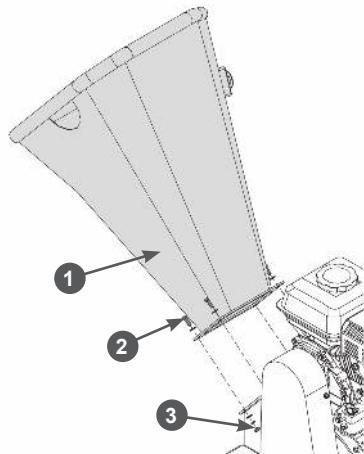

Рис. 8 Установка загрузочной воронки
5. Установите загрузочную воронку на фланец корпуса измельчителя и закрепите её с помощью болтов, шайб и гаек (Рис. 8). После этого соедините разъёмы цепи аварийного выключателя зажигания (разъём проводов от выключателя на загрузочной воронке и разъём проводов от двигателя.